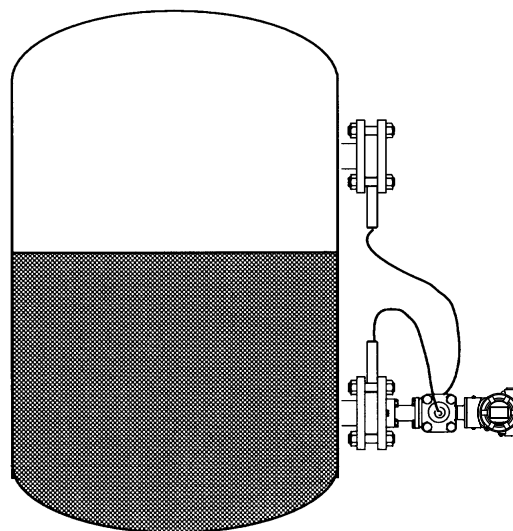

図 2-22 プロセス側フランジ取付 その 2
- (6) 他方の発信器側フランジをプロセス側フランジに取り付け
まだプロセス側に取り付けていない方の発信器側フランジをプロセス側フランジに取り付けてください。(図 2-22 および (3)、(4) 参照)